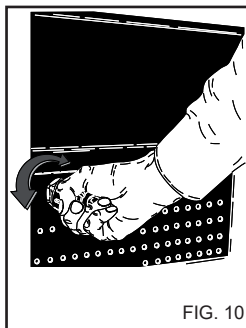

FIG. 10
Le dispositif de réglage de la pression, fig. 10, permet de régler la pression de service. Quand on tourne le bouton C dans le sens inverse des aiguilles d'une montre (B) (minimum) on réduit la pression de service.